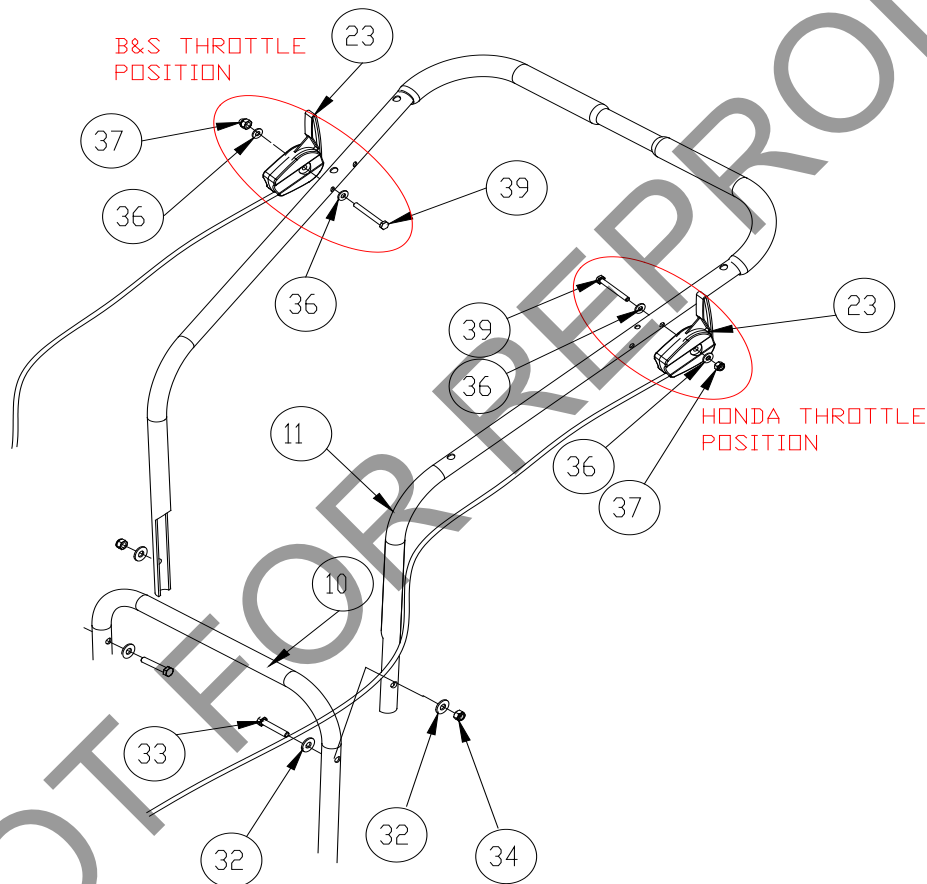
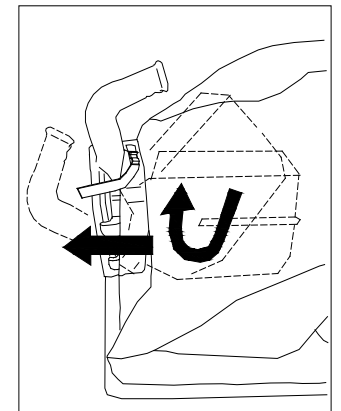

Figura 1
Figura 2
1. **MONTE** o guidão superior de elevação (item 11), removendo os itens 34, 32, e 33 da embalagem das peças. Segure e fixe o guidão superior conforme mostrado, usando os mesmos componentes. (Consulte a *Figura 1*)
2. **PRENDA** a alavanca do acelerador (item 23) ao guidão, do lado direito ou esquerdo, dependendo de qual modelo de motor você possui (veja a imagem abaixo). Prenda a alavanca com os componentes (itens 36, 37 e 39) encontrados na embalagem da peças. Uma vez que esteja fixa, use a abraçadeira de plástico para prender o cabo ao guidão.
3. **DESDOBRE** a bolsa de detritos (item 21) e prenda o pescoço da bolsa à desconexão rápida da bolsa (item 12). Prenda-a firmemente à exaustão da carcaça (item 1); *Figura 2 e 3*.
4. **PRENDA** a fita suspensora aos suportes da bolsa (item 13), pré-montados ao guidão superior.